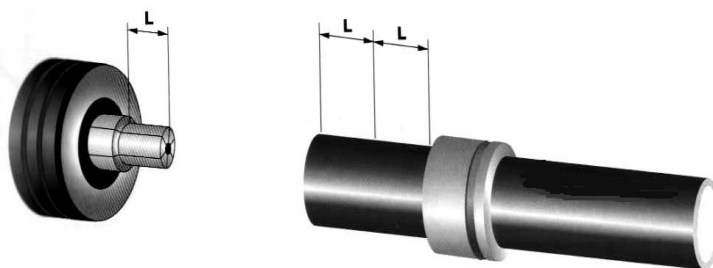

Рис. 22. Расстояние между торцом трубы и подвижной гильзой
6.1.7. Произвести развальцовку трубы в два приема, повернув расширительную насадку относительно трубы после первой развальцовки на 30° . Подвижная гильза не должна находиться в зоне развальцовки. Расстояние между торцом рабочей трубы и гильзой должно составлять не менее двух длин расширительной насадки (см. рис. 22).